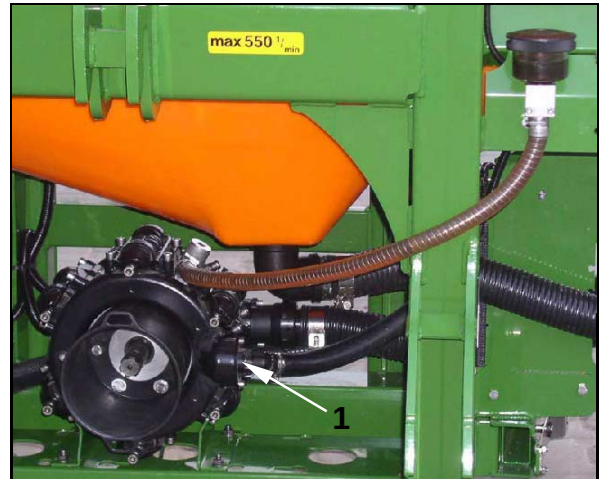

Fig. 221
9. Démontez le flexible de pression (Fig. 221/1) de la pompe pour que le reliquat d'eau puisse s'écouler du flexible de pression et de la commande VARIO côté refoulement.